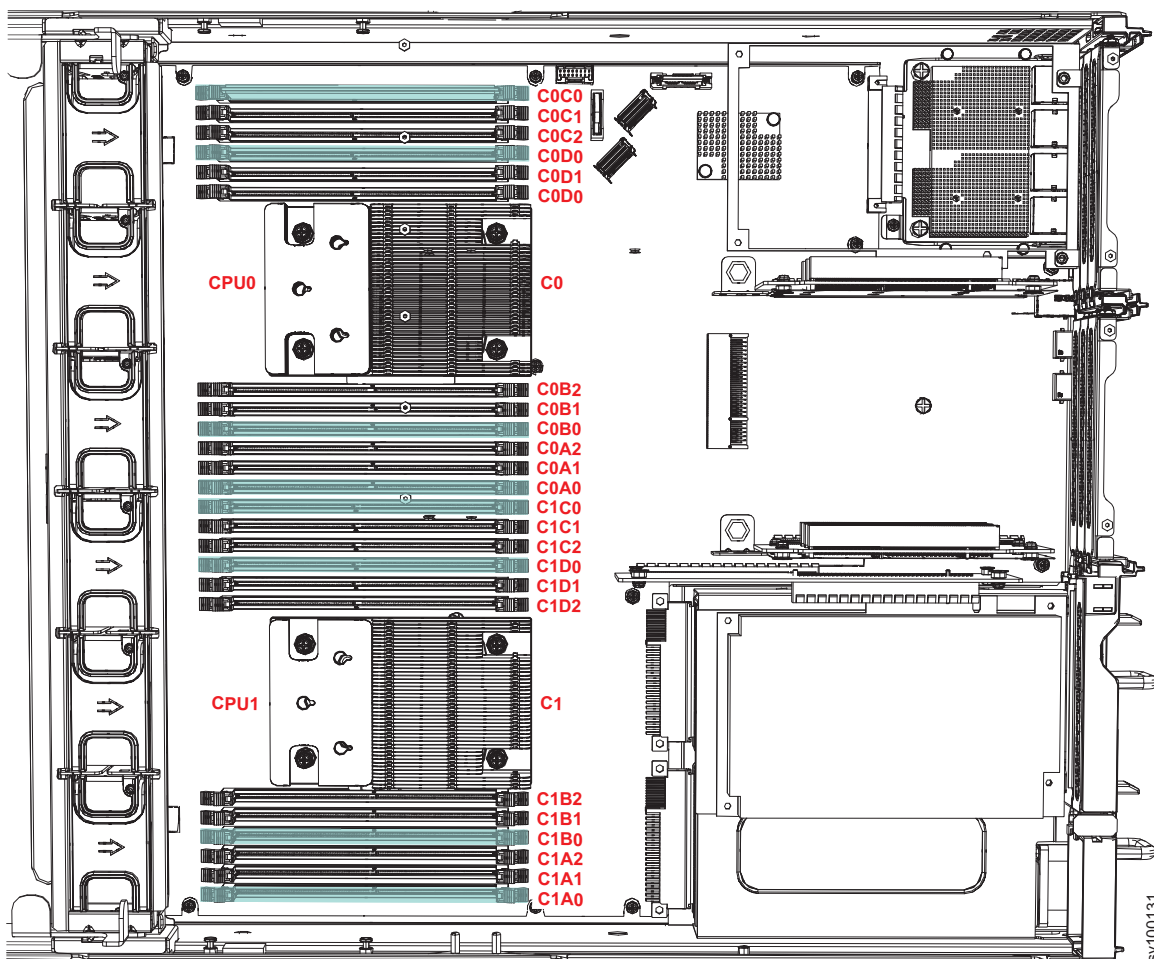

Figura 106. Locais nos Conectores DIMM na Placa-mãe
- Consulte Figura 106 na página 137 para localizar dual inline memory module (DIMM) que deseja substituir.